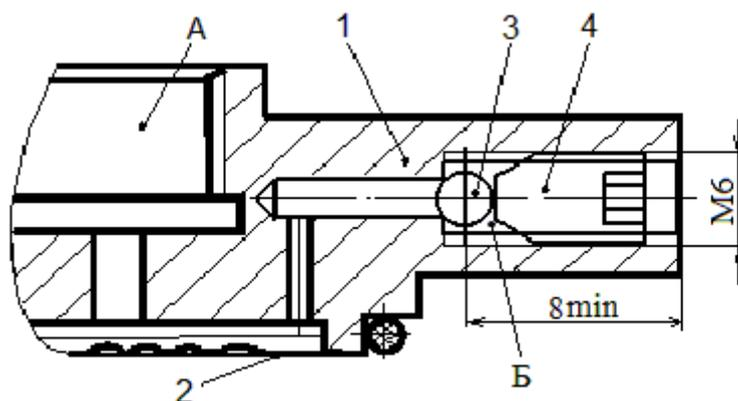

Рисунок 1
1.3.1 РМ состоит из мембранного фланца 1 и приваренной к нему разделительной мембраны 2 (рисунок 1).
Перед заполнением выкрутить пробку 4 и вытащить шарик 3 (см. рисунок 1).
В отверстие Б (рисунок 1) ввернуть резьбовой ниппель с внутренним отверстием, уплотнив его через резиновое кольцо 005-007-14 ГОСТ 9833-73.
Вывернуть ниппель из отверстия для заполнения, уплотнить отверстие шариком 3 с помощью пробки 4 (рисунок 1).